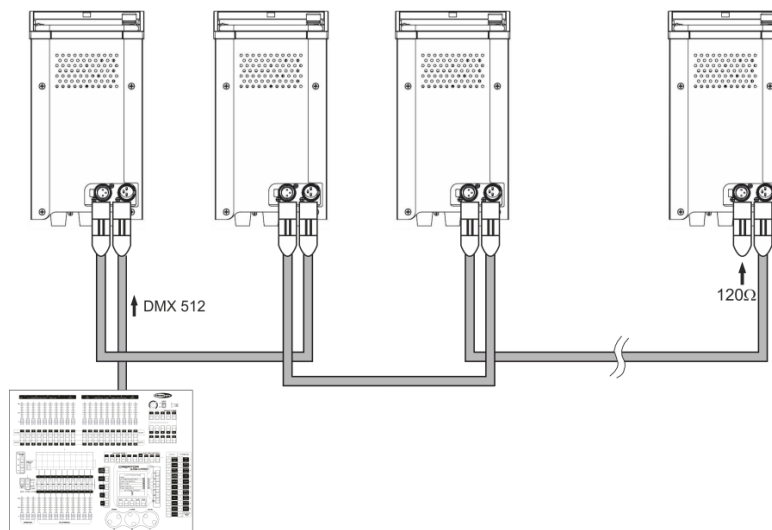

Abb. 05
- 03) Verbinden Sie die Geräte so wie in Abb. 05 gezeigt. Verwenden Sie ein DMX-Datenkabel, um den DMX-Ausgang des ersten Geräts mit dem DMX-Eingang des zweiten Geräts zu verbinden. Wiederholen Sie diesen Vorgang, um das zweite, dritte und vierte Gerät ebenfalls zu verbinden. Das bedeutet, dass Sie den gewünschten Betriebsmodus am Mastergerät einstellen können und dann alle Slavegeräte genauso reagieren wie dieses Gerät.